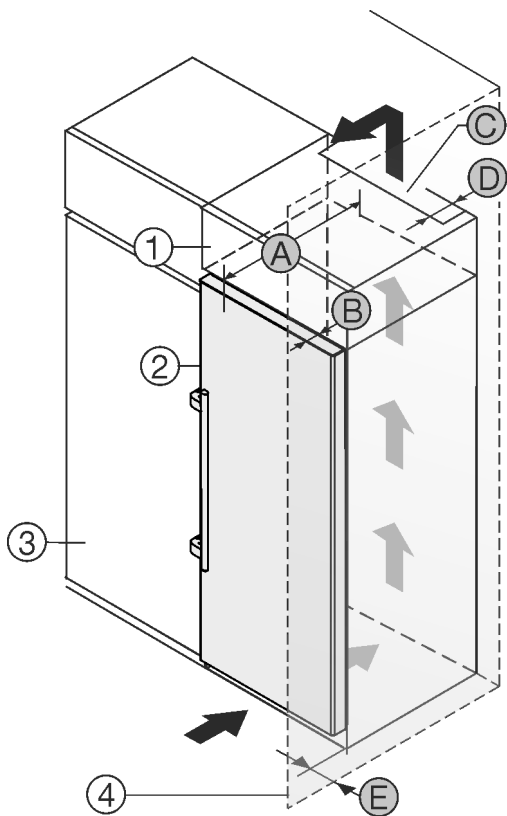

Fig. 2
Zariadenie môžete inštalovať priamo vedľa kuchynskej skrine Fig. 2 (3).*
Na zadnej strane nadstavnej skrine musí byť vetracia šachta s hĺbkou Fig. 2 (D) cez celú šírku nadstavnej skrine.*
Pod stropom miestnosti sa musí dodržať prierez vetracieho otvoru Fig. 2 (C).*
Ak zariadenie nainštalujete so závesmi vedľa steny Fig. 2 (4), tak vzdialenosť medzi zariadením a stenou musí byť minimálne 57 mm . To zodpovedá presahu držadla pri otvorených dverách.*
Aby ste mohli dvere úplne otvoriť, zariadenie musí vyčnievať o hĺbku dverí Fig. 2 (B) prednej časti kuchynskej skrine. V závislosti od hĺbky kuchynských skriň Fig. 2 (3) a použitia dištančných držiakov na stenu môže zariadenie prečnievať ešte viac.*